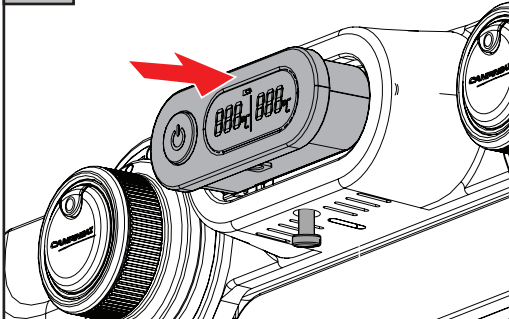

Abb. 4H
9. Ziehen Sie die Kunststoffschraube an (Abb. 4H).